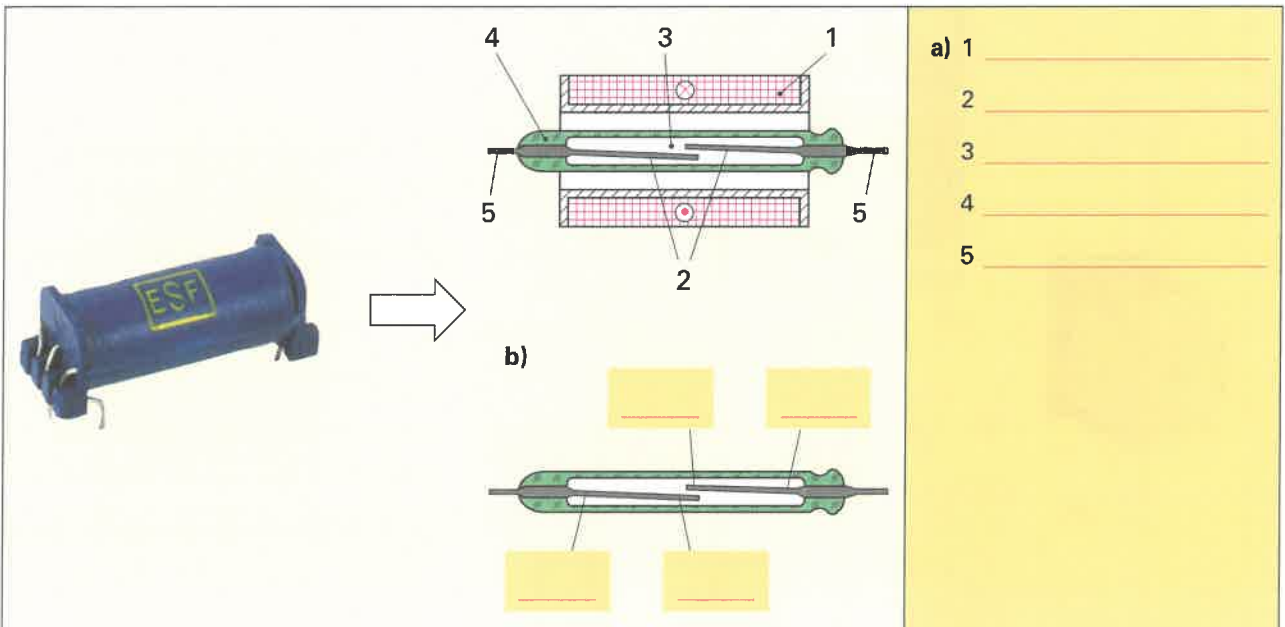

Bild 2: Zungenkontaktrelais (Reedrelais)
5. a) Benennen Sie die nummerierten Teile des Zungenkontaktrelais (**Bild 2**).